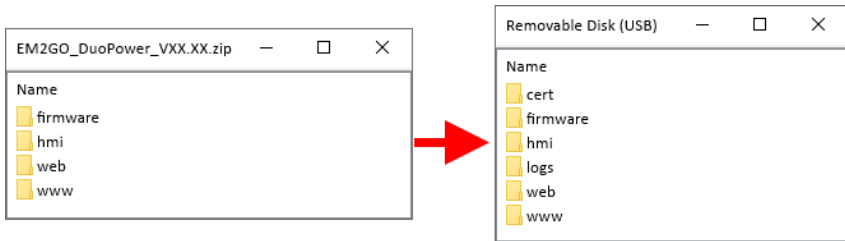

Abb. 2 Kopieren von Ordnern aus der ZIP-Datei auf den Wechseldatenträger des EV-Ladegeräts
8. Extrahieren Sie alle Dateien und Ordner der heruntergeladenen ZIP-Datei auf den Wechseldatenträger des EV-Ladegeräts und verwenden Sie dabei die ursprünglichen Datei- und Ordnernamen (siehe Abb. 2).